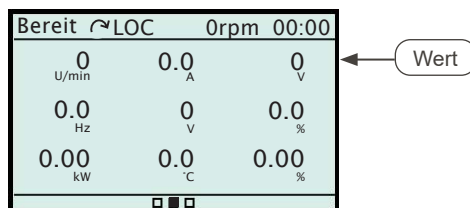

Abbildung 4.13: Ansicht im Slot-Modus
- **Steckplatz:** der MMS-Bildschirm ist in neun Teile unterteilt, die Steckplatzs genannt werden, und ermöglicht die Anzeige von Lesevariablen im Format **Wert**. Abbildung 4.13 auf Seite 81 zeigt ein Beispiel für eine Ansicht.